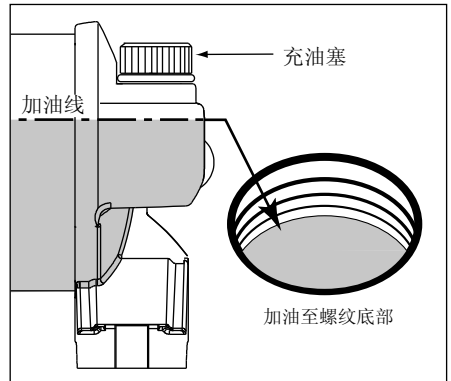

图 16, 油箱油位
3. 检查油位。见图 16。如果油位过低，则加油，直至油位达到充油塞孔螺纹底部为止。